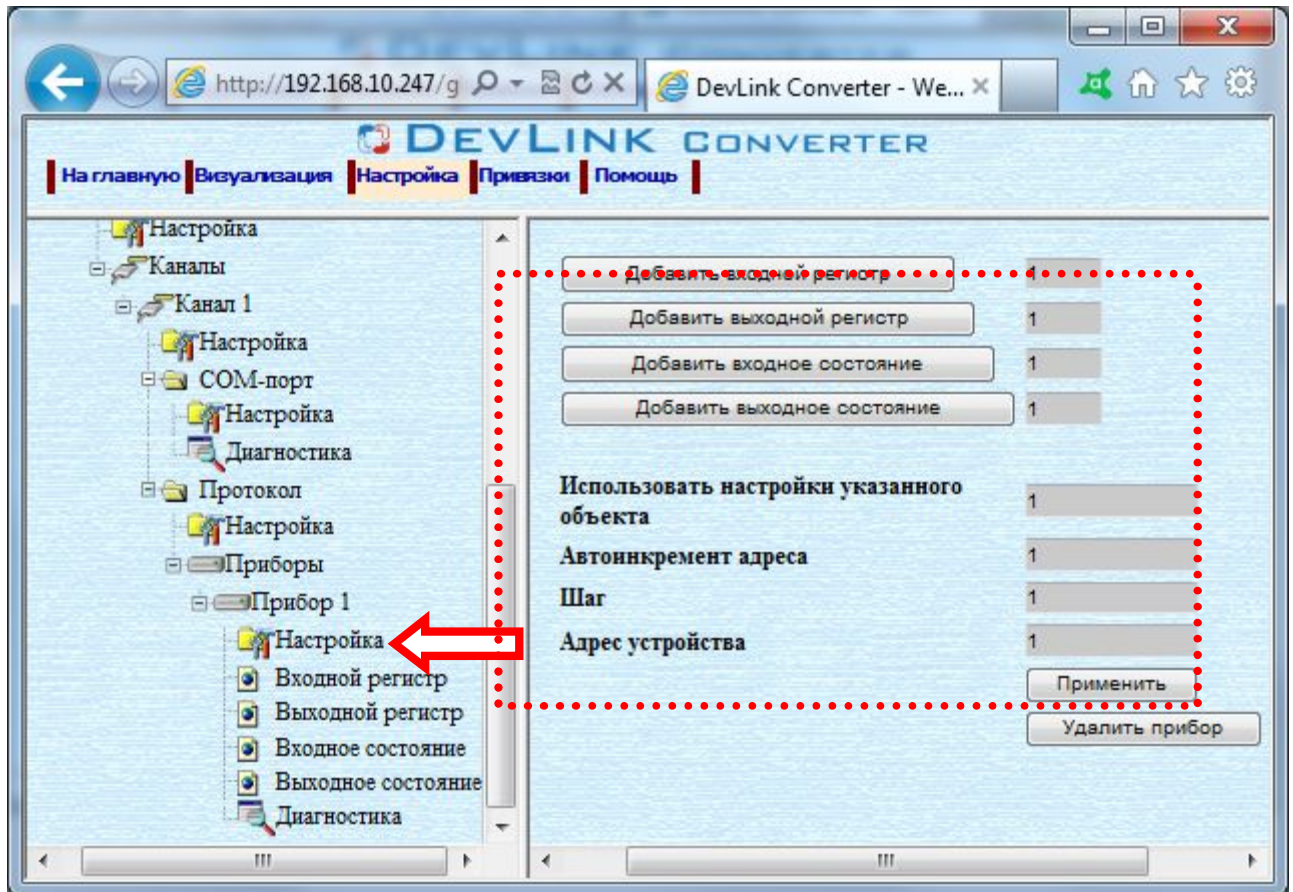

Рисунок 3.7 – Добавление регистров
- 2 Выбрать в дереве объектов папку **Настройка** протокола драйвера нужного канала (рисунок 3.7).